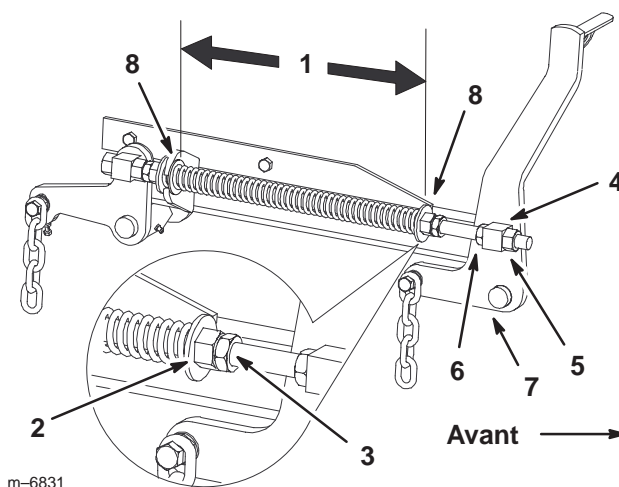

Figure 66
7. Desserrez d'environ 13 mm (1/2 pouce) les écrous de blocage à l'avant des pivots avant gauche et droit (Fig. 66).
8. Réglez les écrous de relevage sur les côtés gauche et droit de la machine de manière à **abaisser l'avant de 6 à 10 mm (1/4 à 3/8 pouce) au point A par rapport au point B à l'arrière** (Fig. 66).
2. Vérifiez que les deux grandes rondelles sont espacées de 26,7 cm (10-1/2 pouces) (Fig. 66).
3. Réglez cette distance en desserrant l'écrou de blocage du ressort et en tournant l'écrou devant chaque ressort (Fig. 66). Tournez l'écrou dans le sens horaire pour raccourcir le ressort, et dans le sens inverse pour l'allonger.
4. Bloquez l'écrou en position en serrant l'écrou de blocage du ressort (Fig. 66).